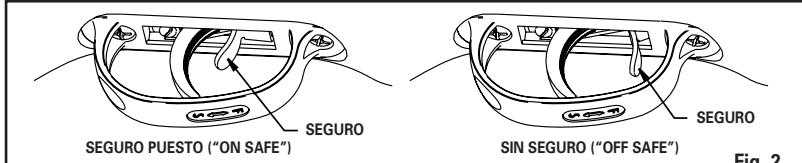

Fig. 2
A. Encuentre el seguro directamente delante del gatillo para colocar el seguro ("ON SAFE") al rifle. Empuje el seguro hacia el gatillo para colocarlo. El seguro está puesto ("ON SAFE") cuando la palanca está en la posición hacia atrás (cerca del gatillo). (Fig. 2). Aún con el seguro puesto ("ON SAFE"), usted debe continuar manejando el rifle en forma segura. No apunte el arma a algo que no tenga la intención de disparar.
B. Para quitar el seguro ("OFF SAFE") al rifle, empuje el seguro a la posición delantera (lejos del gatillo). Cuando el rifle no tiene el seguro puesto ("OFF SAFE"), está listo para disparar. (Fig. 2)